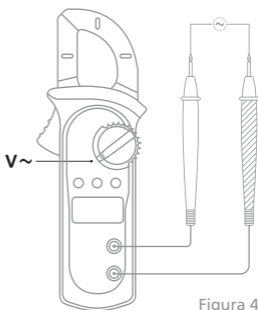

Figura 4
B. Medición de voltaje CA (Figura 4)**⚠ Advertencia**